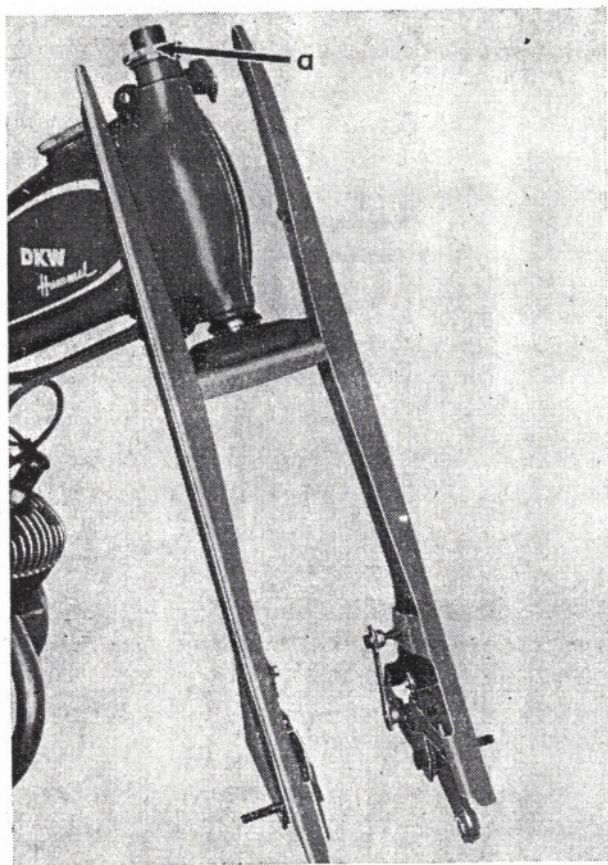

Abb. 104 Vorderradgabel
10. Kontermutter „a“ (Abb. 104) (SW 32) abschrauben, oberes Lenkjoche und Ausgleichsscheibe nach oben abheben.